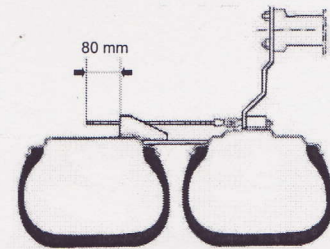

Bild 8
4. Bei der Erstmontage sind die Hakenschrauben etwas länger. Deshalb sofort die Hakenschrauben auf die richtige Länge nach Bild 8 abschneiden. Spannmutter ein wenig einölen und Kunststoffverschlusskappe wieder aufstecken.